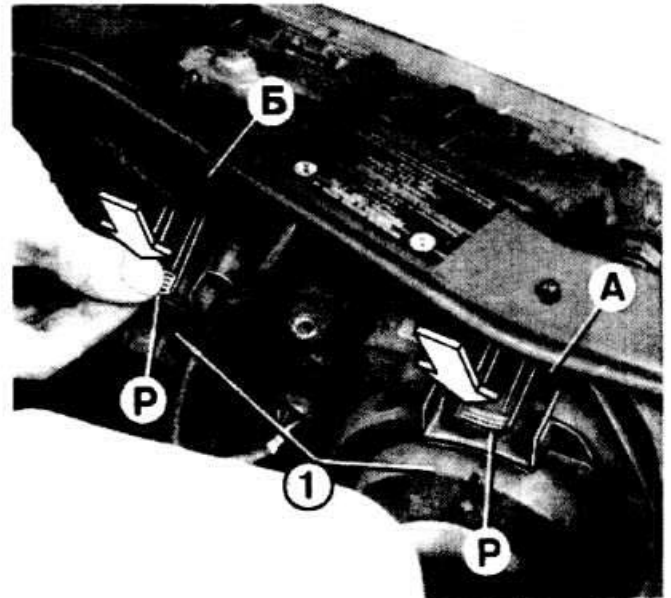

Рис. 1-33. Замена ламп фар:
- Снять пластмассовый кожух 1 (рис. 1-33), нажав на лапку зажима Р.